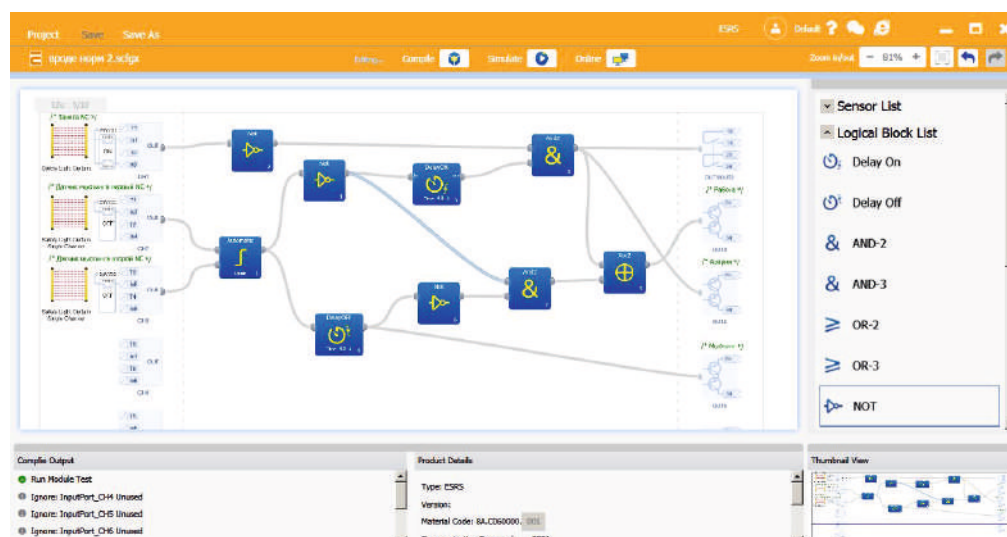

Рис. 8
- Откроется окно с загруженным проектом, в котором реализована функция приглушения (Рис. 8).